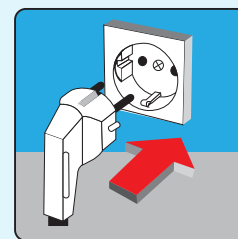

IMAGEN 11
- Si su producto fue sacudida durante el transporte y la colocación, espera para ser enfriado (1) hora sin correr. De esta manera, si el aceite del compresor se infecta al sistema, volverá. Si se funciona sin prestar atención a esta situación, puede dañar el compresor.
- Enchufe el producto a una salida establecida de acuerdo con las normas, tiene sólo 220-240V/50 Hz de corriente alterna. (Imagen 11)